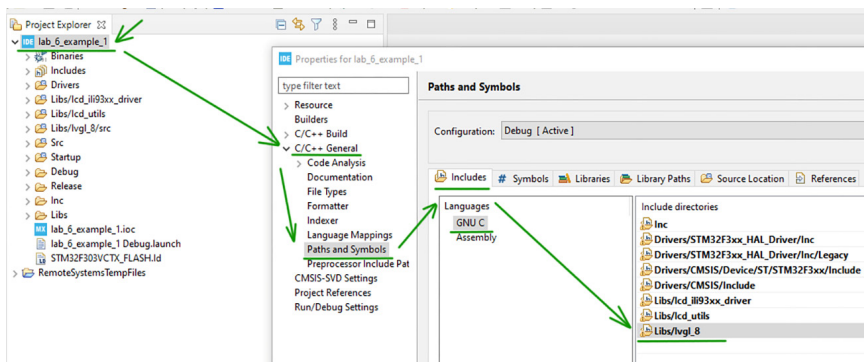

Рис. 8.3. Окно свойств проекта
2. Откройте окно свойств проекта, перейдите «C/C++ General» → «Path and Symbols» → «Includes» и добавьте в «Includes directories» путь к распакованной папке (рис. 8.3).